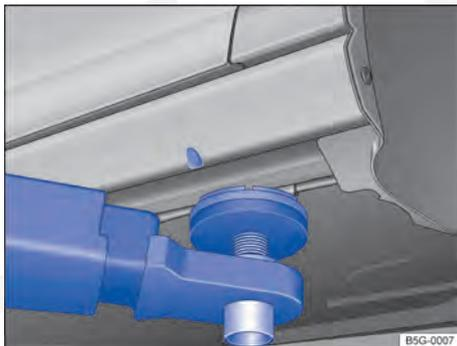
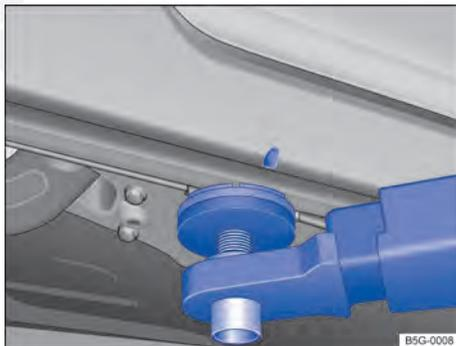

Fig. 195 Ponto de apoio dianteiro para a suspensão com plataforma elevatória ou com macaco.
Fig. 196 Ponto de apoio traseiro para suspensão com plataforma elevatória ou com macaco.
O veículo deve ser suspenso somente pelos pontos indicados nas figuras ⇒ **Fig. 195** e ⇒ **Fig. 196**. Se o veículo não for suspenso pelos pontos indicados, poderão ocorrer danos no veículo ⇒ ⚠️ e ferimentos graves ⇒ ⚠️.
- Suspender o veículo somente pelos pontos indicados nas figuras ⇒ **Fig. 195** e ⇒ **Fig. 196**. Se o veículo não for suspenso pelos pontos indicados, o veículo poderá cair da plataforma elevatória quando, por exemplo, o motor ou a suspensão for desmontado.